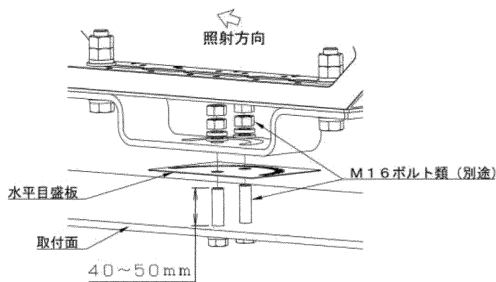

図3
③図3のように、架台と水平目盛板をM16ボルト類(別途)にて取付面に固定してください。